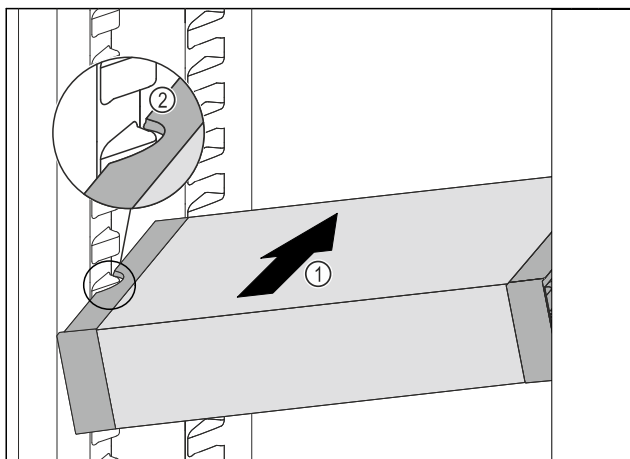

Fig. 198
- VarioSafe gurajte koso u hladnjak Fig. 198 (1) sve dok se bočni otvori Fig. 198 (2) ladice VarioSafe ne nađu na visini žlijeba spremnika u hladnjaku.